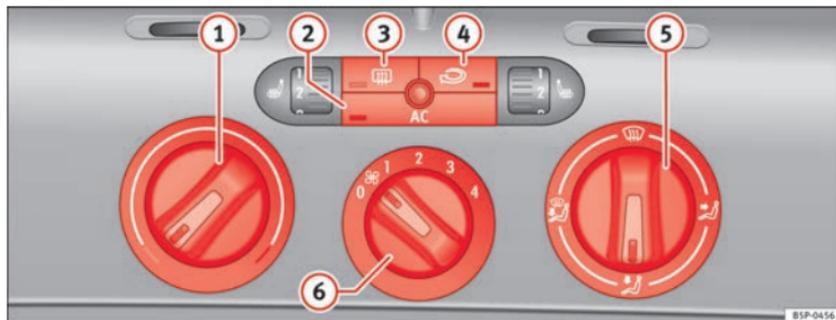

Fig. 131 Sulla plancia portastrumenti: i comandi del Climatic
- Ruotare verso destra la manopola di regolazione della temperatura ⇒ fig. 131 ① portandola sul livello desiderato.